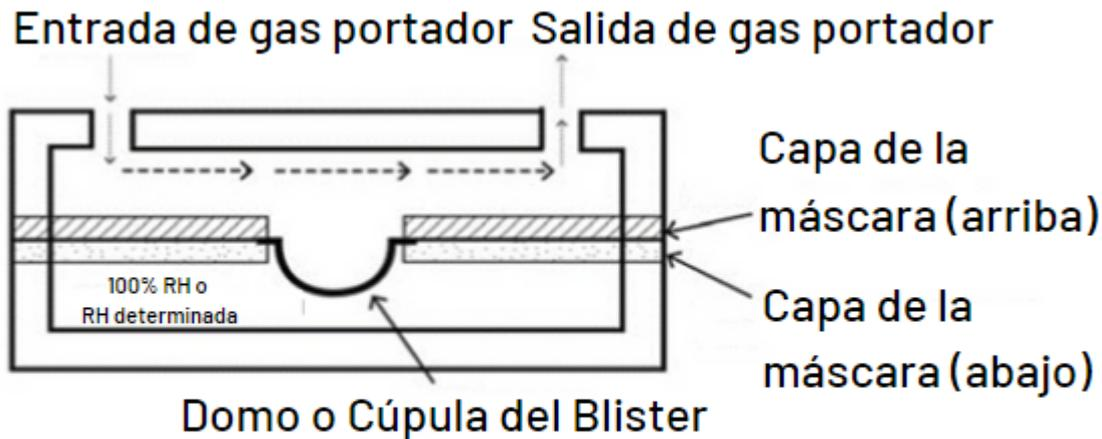

Figura 2. Diagrama para analizar OTR y WVTR sólo en el material del domo.
- La Figura 2 muestra la configuración de la muestra del domo dentro del cartucho de test del blister.